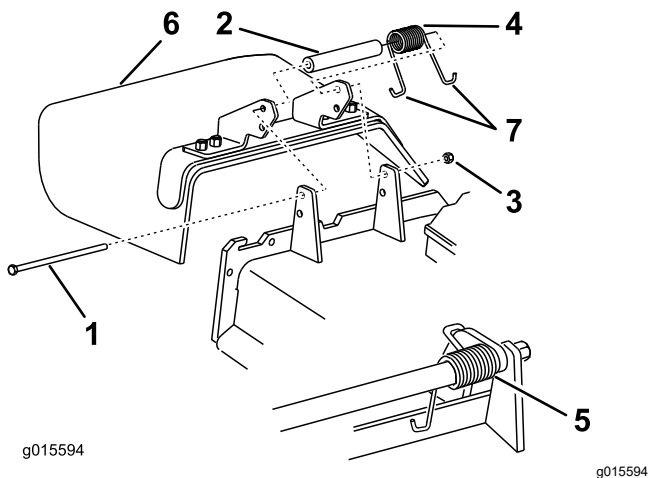

Figura 93
1. Retire la contratuerca, el perno, el muelle y el espaciador que sujetan el deflector a los soportes de pivote (Figura 93).
Nota: Asegúrese de colocar un extremo con gancho en J del muelle detrás del reborde de la carcasa antes de instalar el perno, según se muestra en Figura 93.
6. Coloque 1 extremo en J del muelle alrededor del deflector de hierba (Figura 93).